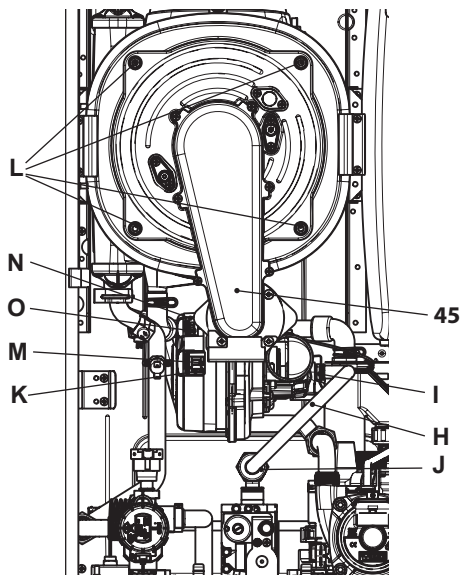

Figura 9.12
Rimozione del gruppo bruciatore ventilatore 45 in Figura 9.12.
- Inserire un cacciavite piano nella rientranza K del connettore M e fare leva verso il basso, contemporaneamente scollegare il connettore M tirandolo frontalmente (Figura 9.12).
- Scollegare il connettore del ventilatore N premendo il gancio in plastica O posizionato nella parte sottostante del connettore (Figura 9.12).
- Svitare le viti L e rimuovere il gruppo bruciatore ventilatore 45 (Figura 9.12).